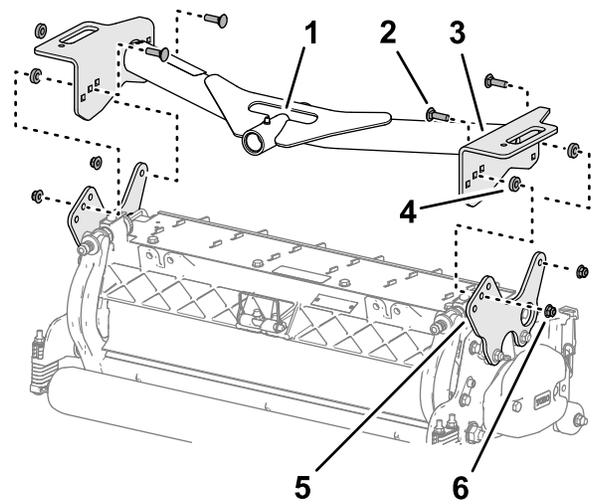

Figura 19
- Alinhe os orifícios das placas da estrutura de suporte frontal com os orifícios nas placas de montagem na unidade de corte (Figura 19).
- Alinhe o espaçador entre a estrutura de suporte e a placa de montagem (Figura 19), e monte as placas e o espaçador com um parafuso de carroçaria (3/8 x 1 1/4 pol.), uma anilha e uma porca flangeada (3/8 pol.).